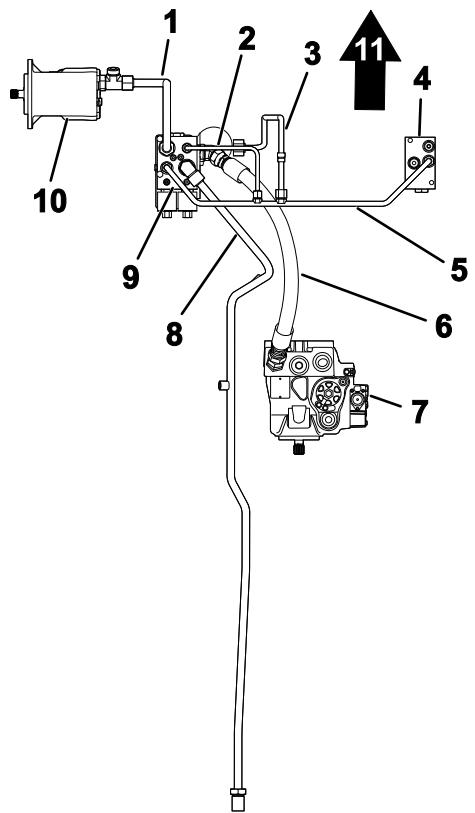
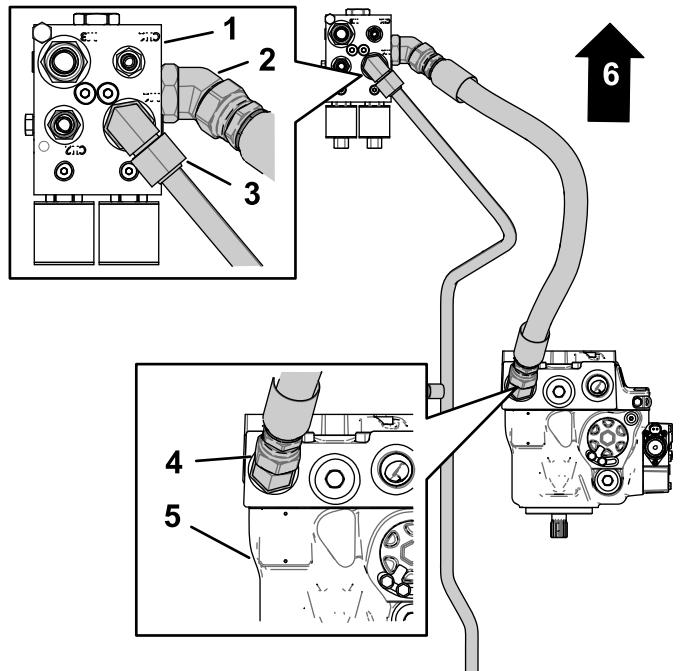

Figure 7
Figure 8
1. Alignez l'écrou-raccord avant du tube de traction arrière et le raccord coudé du collecteur du diviseur de débit (Figure 7 et Figure 8).
| 4. Vissez une extrémité droite du flexible de pression sur le raccord de la pompe hydraulique (Figure 8). |
| 6. Vissez l'autre extrémité droite du flexible de pression sur le raccord latéral du collecteur du diviseur de débit (Figure 8). |